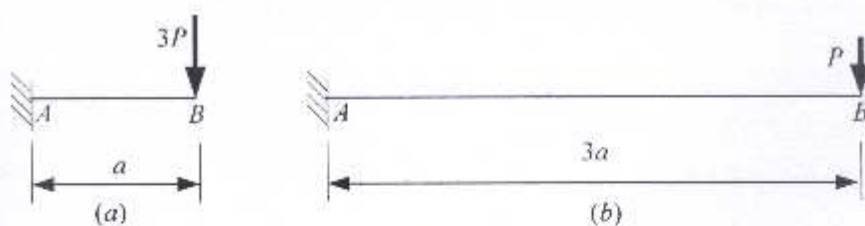

图 2-4
- 8 图 2-4 所示两梁的材料和截面相同，则两梁的最大挠度之比  $y_a / y_b =$  \_\_\_\_\_。